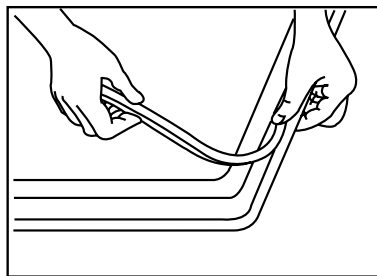

Рис. 25
- 2) Проложите по всему периметру стеклянного края уплотнительную прокладку, как показано на рис. 25.